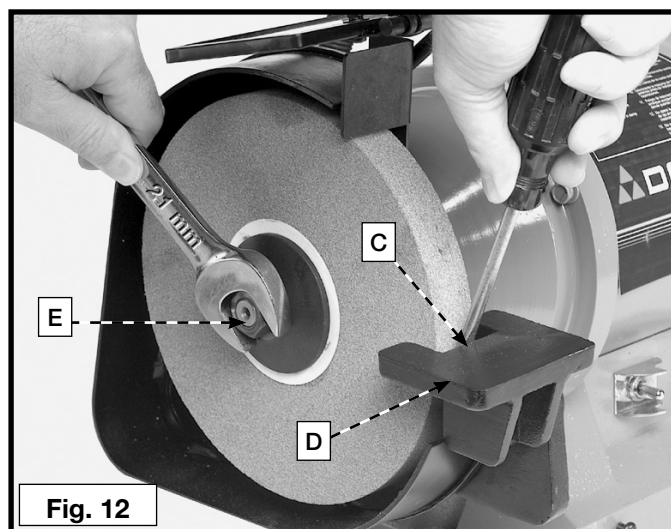

Fig. 12
2. Para prevenir la rotación del eje, coloque una cuña entre la rueda (C) Fig. 12 que muele y el resto de la herramienta (D).